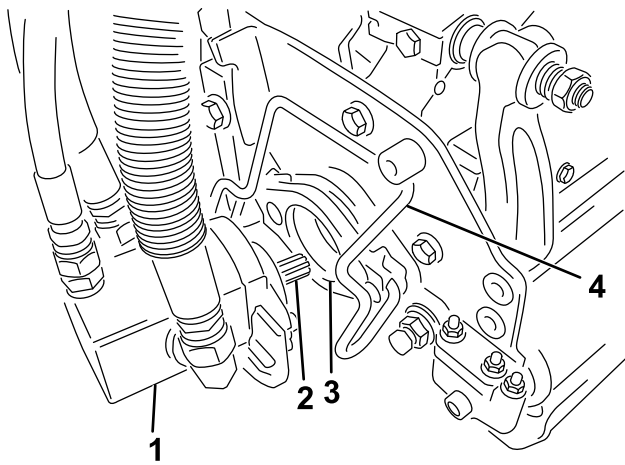

Figura 35
5. Cubra el eje acanalado del motor de la unidad de corte con grasa limpia (Figura 35).
6. Introduzca el motor en el lado izquierdo de la unidad de corte (visto desde el puesto del operador) y tire de la barra de retención del motor (en la unidad de corte) hacia el motor hasta que oiga un “clic” en ambos lados del motor (Figura 35).